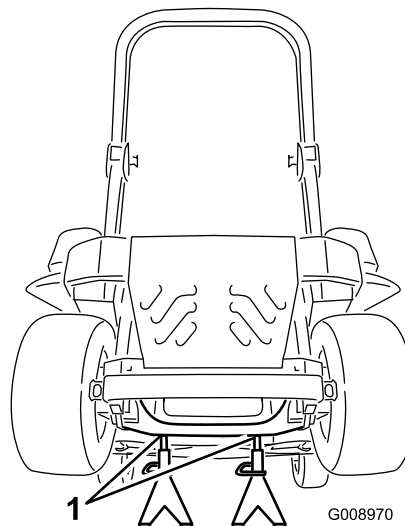

Figure 87
3. Soulevez la machine sur des chandelles (Figure 87).
9. Retirez les chandelles et abaissez la machine (Figure 87).